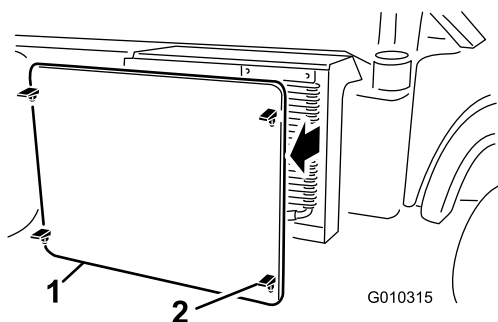

Figura 53
- Desengate e retire o filtro do radiador da frente do radiador (Figura 53).